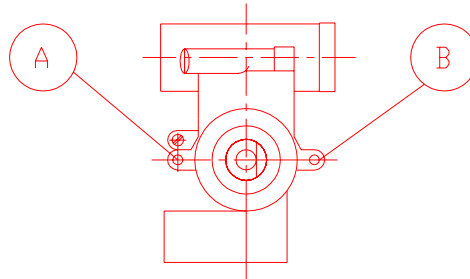

Figura 8
- b) Soltar los tornillos A y B (Figura 8) . Extraer el cono del grifo y limpiar la grasa.